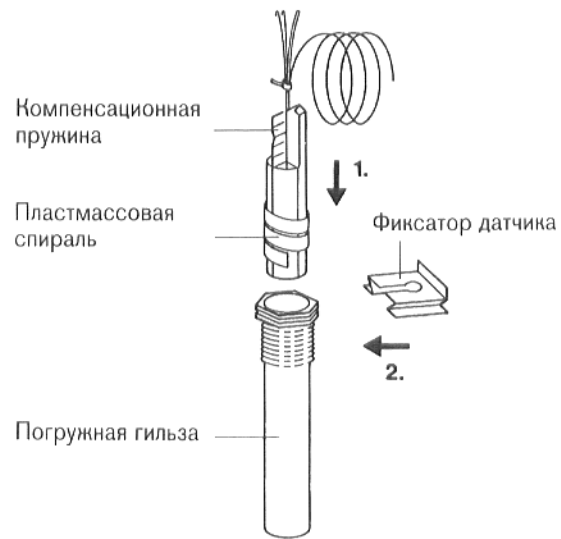

Рис. 27
- Вставить датчик температуры до упора в погружную гильзу (рис. 27). Пластмассовая спираль отводится автоматически назад. Компенсационная пружина должна войти в погружную гильзу.
- Насадить фиксатор датчика (входит в объем поставки регулятора) со стороны или сверху на головку погружной гильзы (рис. 27).
Произвести щеткой ③ очистку камеры сгорания (рис. 27).
Произвести щеткой ② очистку верхних горизонтальных газоходов (рис. 27).
Произвести щеткой ① очистку отдельных горизонтальных газоходов спереди назад (рис. 27).
Произвести щеткой ② очистку нижних горизонтальных газоходов (рис. 27 и 28).